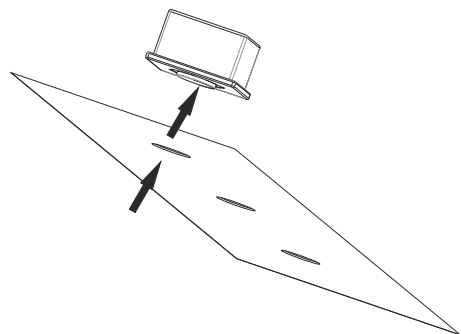

Fig. 37: Byte av GU10 lampa
- Håll samtidigt i glödlampan och vrid den moturs för att lossa den (Fig. 37).